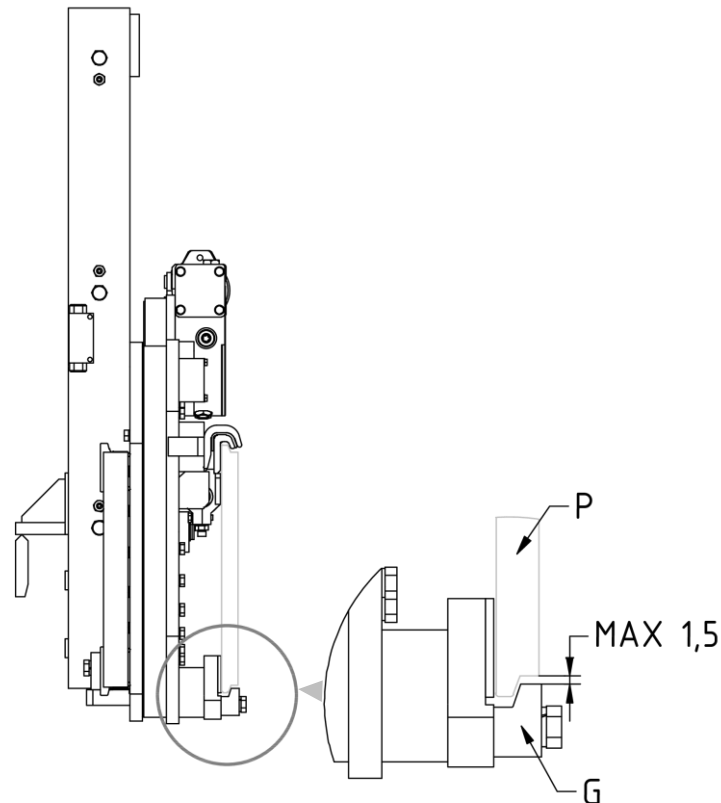

Figura 9
8. Riavvitare i 2 ganci inferiori **G** in modo che il corpo di questi rimanga agganciato anche inferiormente alla piastra porta forche **P** (con gioco max. 1,5mm, vedi dettaglio *Figura 9*), serrando con coppia di serraggio indicata nella *Tabella 4*.
3. Controllare il gioco fra la parte inferiore della piastra porta forche e i ganci inferiori dell'attrezzatura, verificando che sia come indicato in *Figura 4* (pag.12) e in *Figura 9* (pag.16) ed, eventualmente, intervenire sul serraggio delle viti che li sorreggono.